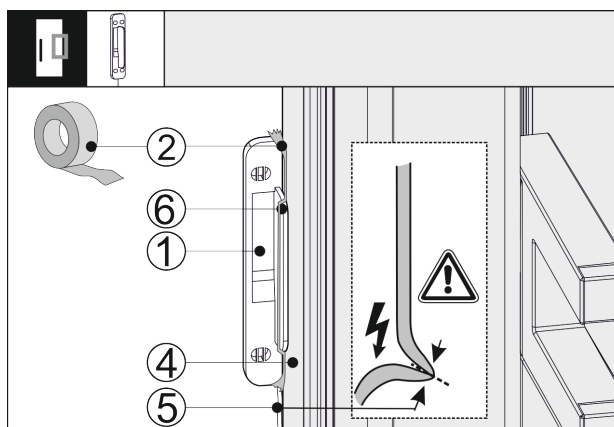

Fig. 42
- Nasad'te senzor klepání Fig. 42 (1) z boku na dveře spotřebiče Fig. 42 (4) tak, aby doraz Fig. 42 (6) přiléhal ke dveřím spotřebiče Fig. 42 (4). Kabel senzoru Fig. 42 (5) je lehce napnutý a také přiléhá ke dveřím spotřebiče Fig. 42 (4).
- Upevněte senzor klepání Fig. 42 (1) lepicí páskou Fig. 42 (2). Senzor klepání se později přišroubuje k čelu nábytku.